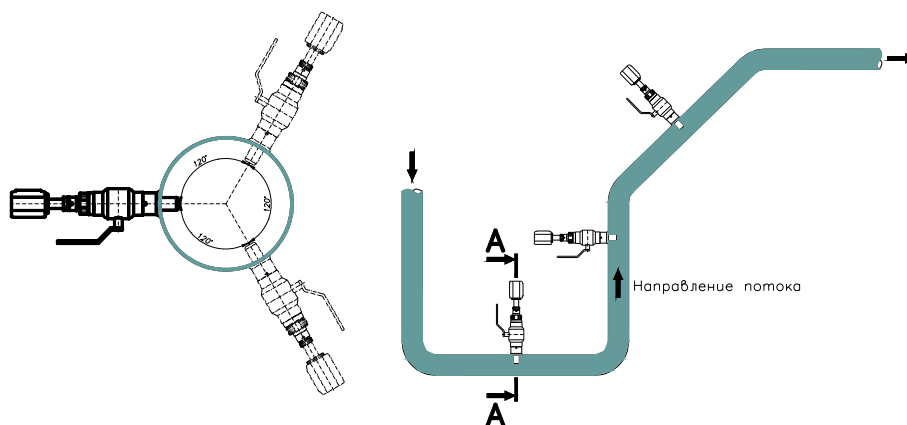

Рисунок 5 — Рекомендуемые места установки преобразователей скорости ПС
2.2.2.7 Установка преобразователей расхода ПРБ-1, а также ПРЭ и ППС-1П-И2 должна осуществляться в местах, где всё поперечное сечение трубопровода с наибольшей вероятностью будет заполнено измеряемой средой. Это участки трубопровода, расположенные вертикально с подачей жидкости вверх, наклонные участки с восходящим движением жидкости и горизонтальные участки, если после них следуют восходящие участки (рисунок 5).